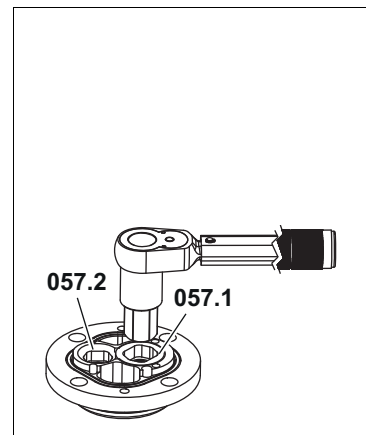

Abb. 16
6. Gewinderinge **057.1** und **057.2** aus dem Lagerdeckel herausschrauben, siehe Abb. 16, Seite 35. Schlüsselweiten siehe Tab. 2, Seite 37.